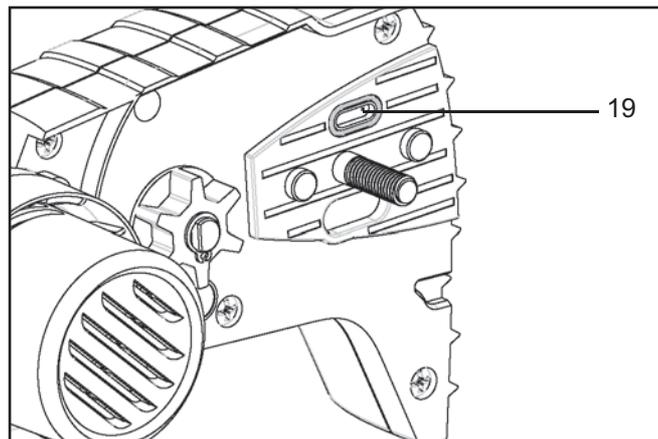

Fig. 41
- > Examinez le trou du réservoir d'huile [19] ; s'il est bouché, nettoyez-le afin d'assurer un graissage correct de la chaîne et du guide-chaîne lorsque l'appareil fonctionne. Utilisez pour cela un fil de fer mou assez fin pour être introduit dans le trou de vidange d'huile. (Fig. 41)